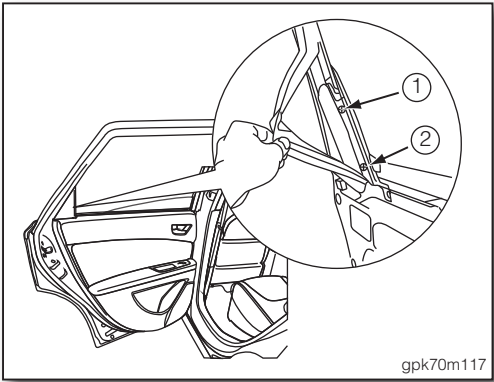

图 3
6. 拉开车门后侧玻璃导槽的胶条，并拆下玻璃导槽上侧的固定螺丝①、②(如图 3)。